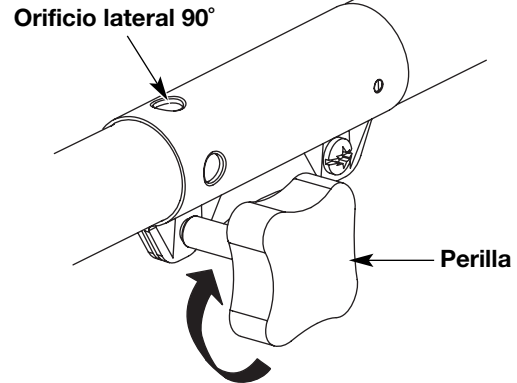

Fig. 13
3. Gire la perilla en sentido horario para ajustarla (Fig. 13).
Para recortar bordes mientras usa el accesorio de corte de cabeza de línea con modelos EZ-Link™, trabe el botón de desconexión en el **orificio lateral de 90°** (Fig. 13).